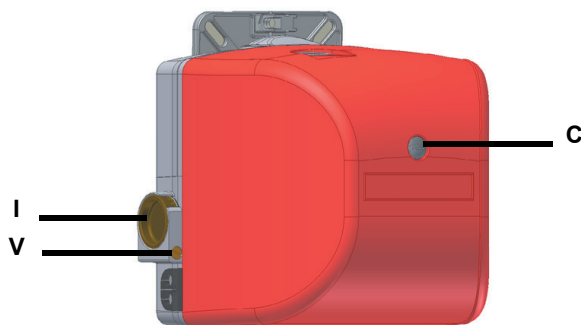

Fig. 10
- 1 Antes poner en funcionamiento el quemador, regular la apertura lenta del grupo de válvulas: para regular la apertura lenta, quitar la calota **T** (véase Fig. 10), voltearla y colocarla en el perno **VR** con ranura correspondiente ubicada en la parte superior. Enroscando el caudal de encendido disminuye, mientras que desenroscando, el caudal de encendido aumenta. No regular el tornillo **VR** con un destornillador. **NOTA:** El tornillo **VS** se debe quitar sólo cuando se deba sustituir la bobina.
- 2 Poner en funcionamiento el quemador llevando a la posición ON el interruptor general y cerrando la serie termostática: en caso de bloqueo accionar el pulsador RESET (C) presente en la tapa del quemador (véase Fig. 10).